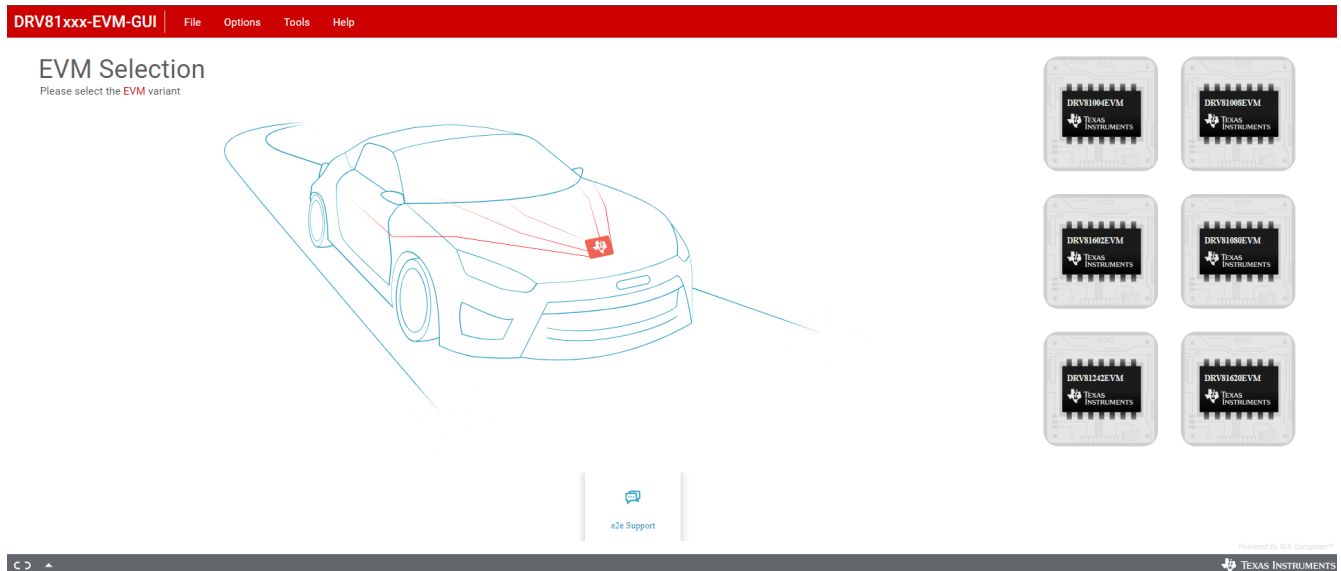

图 3-2. GUI 登录页面
- 在 EVM 连接到 PC 的情况下，打开 GUI。GUI 的主页或登录页面如图 3-2 所示。